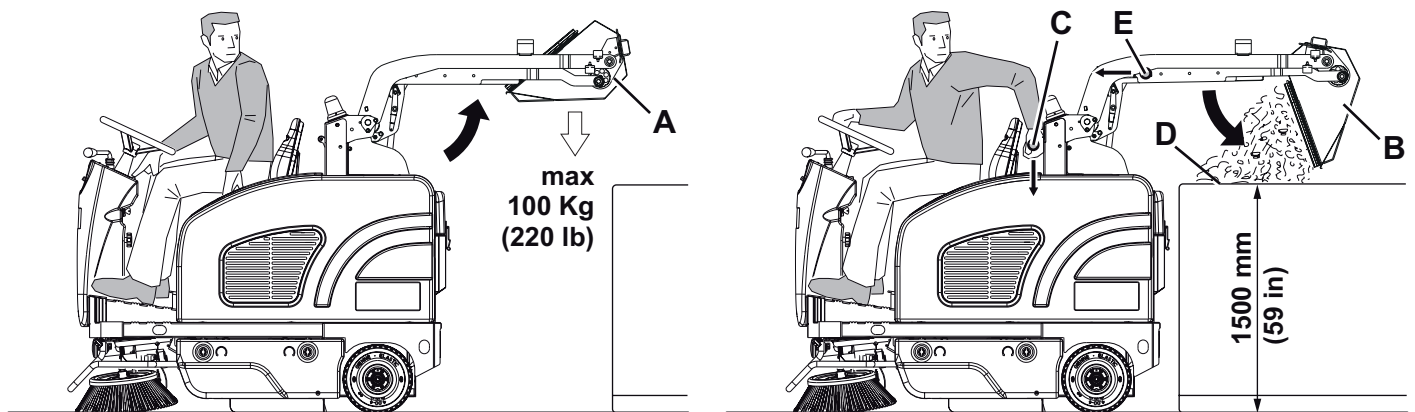

Figure 1
2. Appuyer en même temps sur l'interrupteur de confirmation (66) et sur l'interrupteur (81) pour soulever le conteneur déchets (A, Fig. 1) à la hauteur désirée.
4. Tourner le conteneur déchets (B) au moyen du levier (C) pour vider la poussière et les déchets accumulés (D).